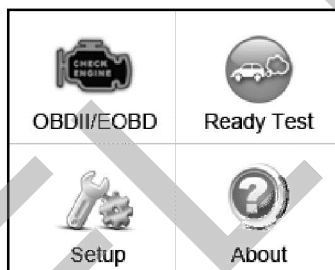

Рисунок 5-1
- С помощью **кнопки прокрутки** выберите раздел **Ready Test [Проверка готовности]** в главном окне (см. рисунок 5-1), а затем нажмите **кнопку ввода/выхода**.